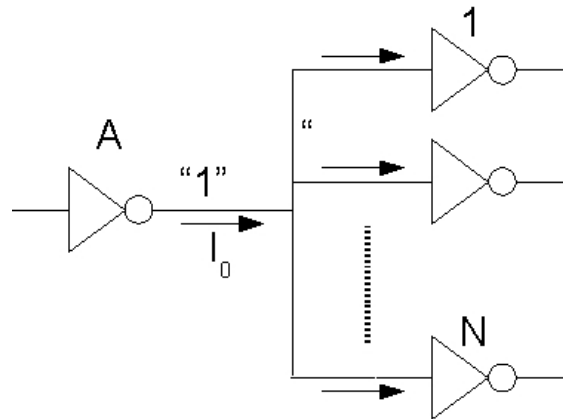

Figura 3.10. Conjunto de N inversores conectados a uno dado que genera un 1 lógico en su salida.
Supóngase que, a la salida de un inversor del tipo 74AS04, se conectan un número N de inversores del mismo tipo. Supóngase, también, que la salida del primer inversor (A) es un uno lógico, tal como muestra en la figura 3.10, donde, además, se han representado los sentidos reales de corriente.